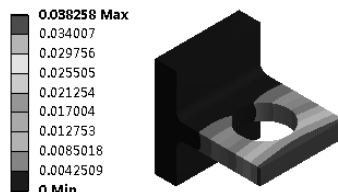

图 4-42 Contour Bands
- ✧ Contour Bands: 云图显示有明显的色带区域, 如图 4-42 所示。